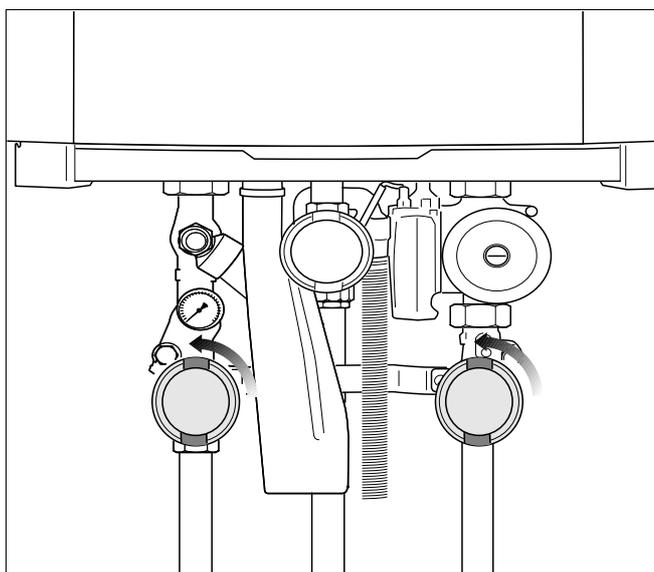

Fig. 67 Aprire i rubinetti di manutenzione (qui: posizione aperta)
- Aprire i rubinetti di manutenzione della mandata e ritorno della riscaldamento (fig. 67) (posizione aperta: in parallela al tubo).